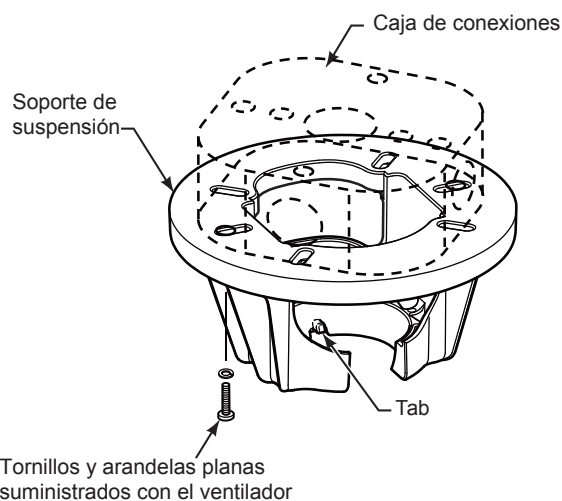
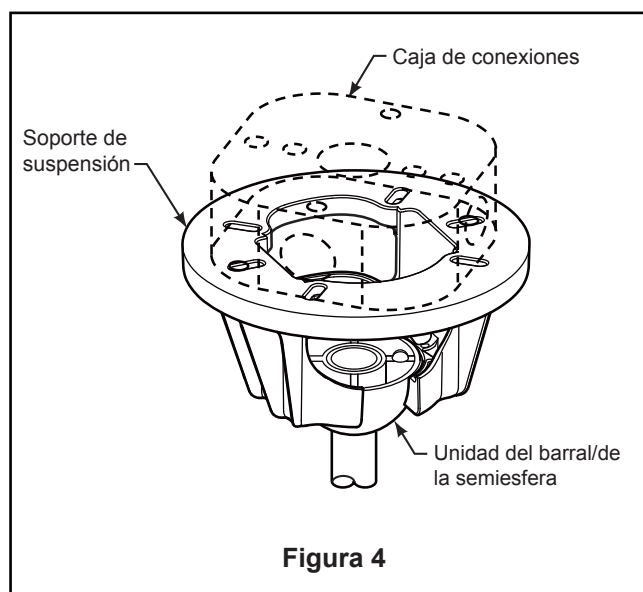

Figura 3
Figura 4
Uso del soporte (Figura 3)
3. Retire el clip de horquilla y pasador de horquilla de la parte inferior de la bola para colgar. Retener el pasador y clip para la reinstalación en el paso 5. (Figura 3)
4. Afloje los dos tornillos de fijación del soporte del barral de soporte para techo a través de la varilla. Introduzca los cables de color marrón, azul, rojo, gris y amarillo cables a través de la varilla. (Figura 4)
1. Fije adecuadamente el soporte colgante a la caja de empalme del techo que sea aceptable para el soporte del techo. Usando los tornillos de la caja de salida #8-32 y las arandelas planas suministrado con el ventilador. (Figura 3)
NOTA: Se deben pasar los tornillos de la caja de conexiones a través de los orificios que se encuentran en el soporte de suspensión. (Figura 3)
3. Con cuidado, levante el ventilador y apoye la unidad del barral/de la semiesfera en el soporte de suspensión que acaba de fijar a la caja de conexiones. (Figura 4) Asegúrese de que la ranura en la semiesfera esté alineada con el reborde del soporte de suspensión. (Figura 3)
2. Deslice el receptor en el soporte de suspensión antes de realizar el cableado como se muestra en la figura 3.
3. Realice las conexiones de cables al bloque del terminal como se muestra en la Figura 4.
- 3.** Para que el ventilador sea funcional. Retire la lengüeta del aislador de la batería antes de usar el transmisor. A continuación, siga el proceso de fijación remota de código. Si no se utiliza el ventilador durante un largo periodo de tiempo, extraiga la batería para evitar cualquier daño al transmisor. Almacene el mando a distancia en un lugar alejado del calor o la humedad excesiva. (Figura 3)